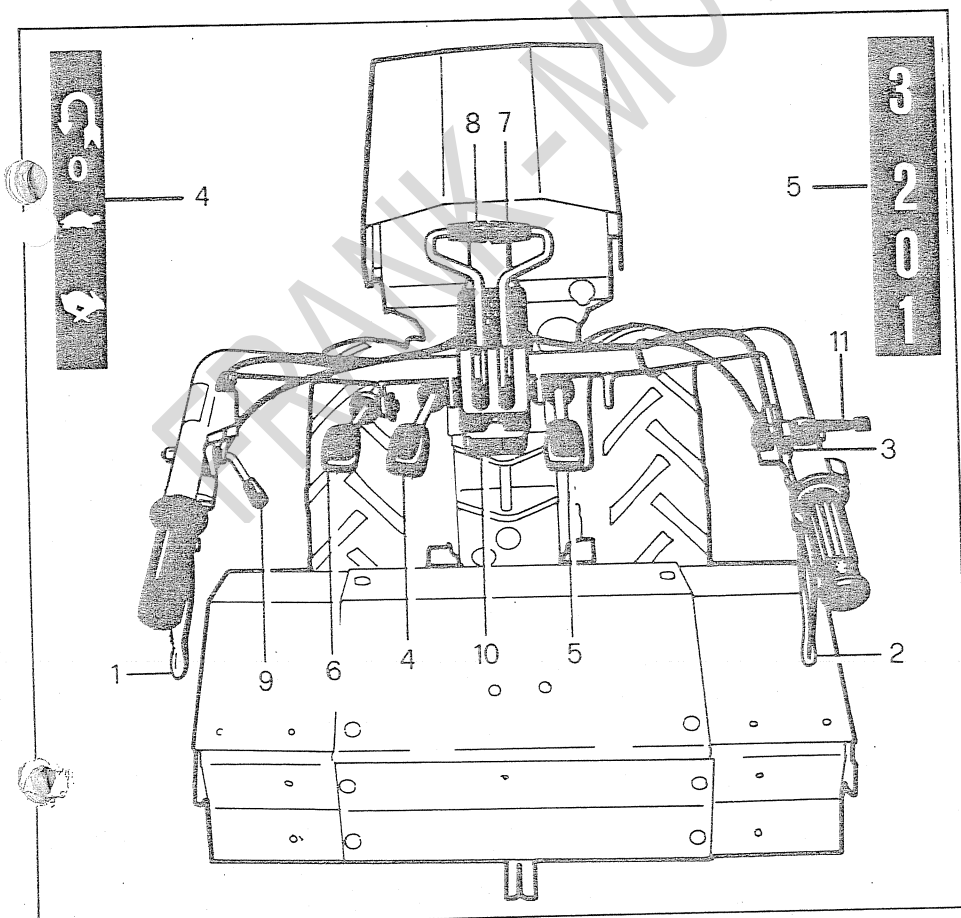

Fig. 6 - Bild 6
STEUERUNGEN DES EINACHSSCHLEPPERS (siehe Bild 6)
TWO-WHEELED TRACTOR CONTROLS (siehe Bild 6)
COMMANDES DU MOTOCULTEUR (Voir fig. 6)
1. Sich vergewissern, dass der Motorabstellhebel (11, Bild 6) in startstellung steht.